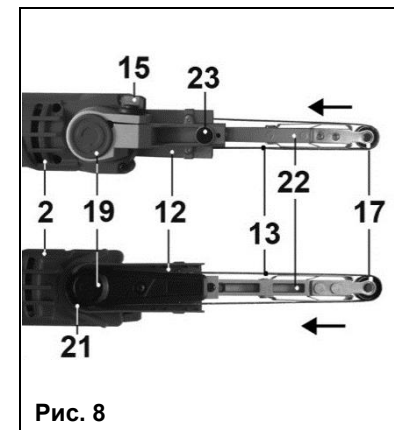

Рис. 8
7.2 Установка шлифовальной ленты на машину модели ЛМЭ-330/457 (Рис.8).